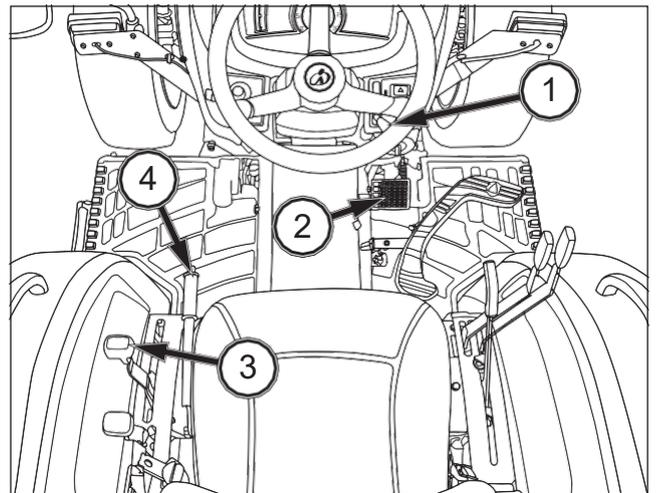

FIG. 50
FIG. 50: Para parar el tractor desplace la palanca de acelerador (1) hacia atrás para reducir el régimen del motor y la velocidad de desplazamiento. Pise el pedal de freno (2) para parar. Posicione la palanca de cambio de gama de velocidad (3) en posición Neutra. Bloquee la palanca del freno de estacionamiento (4).